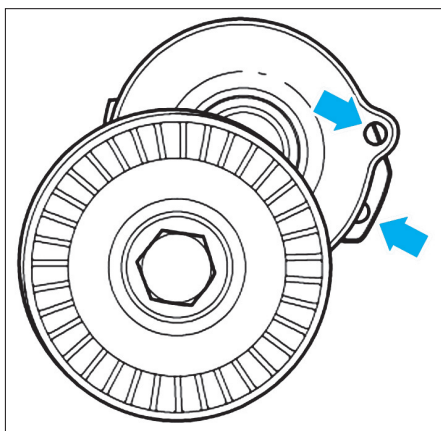

FIG. 7
- A l'aide l'outil [1] immobiliser le tendeur (Fig.7).